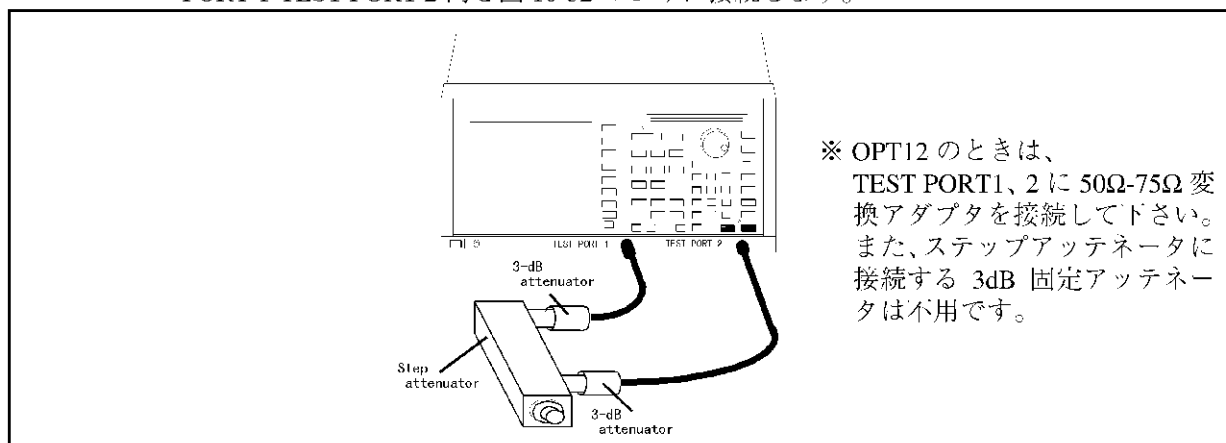

図 10-32 TEST PORT 2 のダイナミック・レベル確度測定の接続
- (1) 2 個の 3dB 固定アッテネータ、ステップ・アッテネータを RF ケーブルを使用して、TEST PORT 1-TEST PORT 2 間を図 10-32 のように接続します。